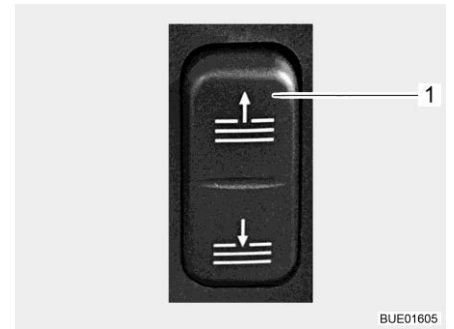

Fig. 105 Interrupteur pour le dispositif occultant du pare-brise
- Pousser le bas de l'interrupteur (Fig. 105,1) et le maintenir pressé jusqu'à ce que le dispositif occultant du pare-brise ait atteint la position désirée.
- Pousser le haut de l'interrupteur (Fig. 105,1) et le maintenir pressé jusqu'à ce que le dispositif occultant du pare-brise soit entièrement remonté.